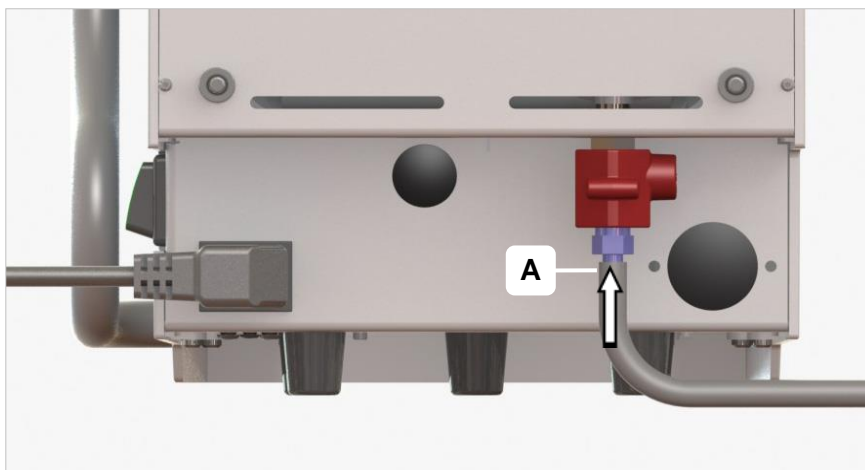

Figure 6.4.3: raccorder le tuyau d'entretien au robinet à boisseau sphérique
3. Raccordez le tuyau d'entretien (fourniture) au raccord du robinet à boisseau sphérique (figure 6.4.3).